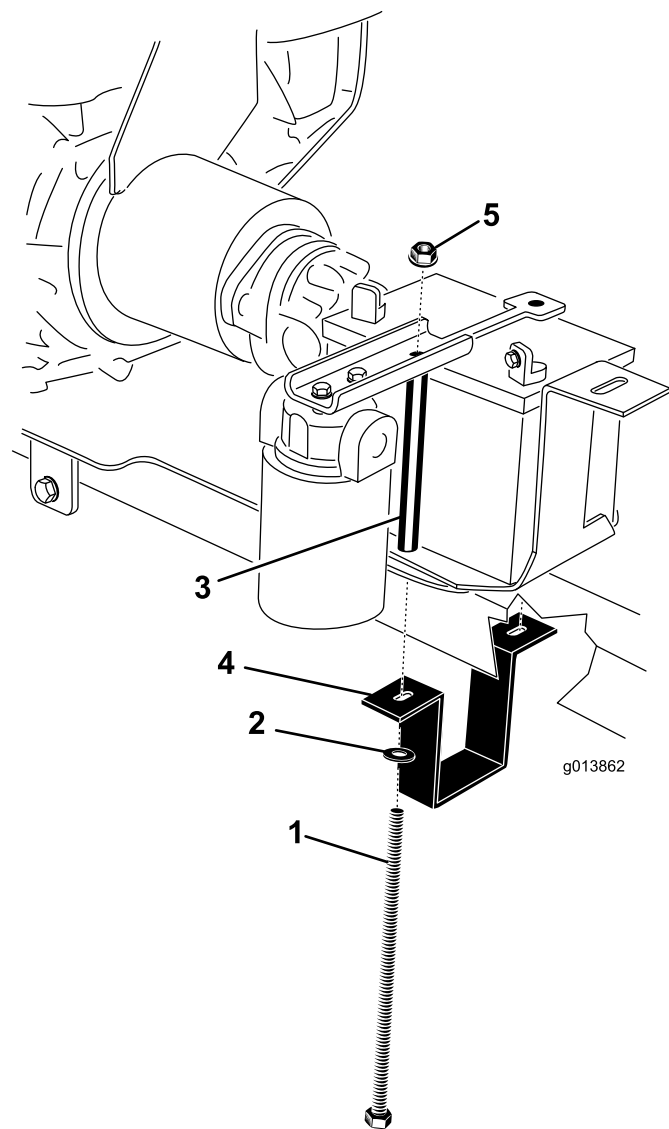

Bild 8
1. Batterieschraube (2) 4. Batteriebefestigungsband
2. Scheibe (2) 5. Sicherungsbundmutter (2)
11. Stellen Sie die Batterie auf das Batteriefach; die Pole sollten an der in Bild 8 dargestellten Stelle sein.
12. Setzen Sie die Batteriebefestigung auf die Batterie (Bild 8).
13. Halten Sie die Batteriebefestigungsriemen um die Unterseite des Anbauvorrichtungsröhrs (Bild 8).
14. Stecken Sie an der rechten Seite eine Batterieschraube durch die Scheibe, das Batteriebefestigungsband, die Motorbefestigungsplatte, das Batteriefach, und das Distanzstück der Batterieschraube, und halten Sie sie fest. Setzen Sie eine Bundmutter lose auf (Bild 8).
15. Stecken Sie an der linken Seite eine Batterieschraube durch die Scheibe, das Batteriebefestigungsband, die Motorbefestigungsplatte, das Batteriefach, und das Distanzstück der Batterieschraube, und halten Sie sie fest. Setzen Sie eine Bundmutter lose auf (Bild 8).